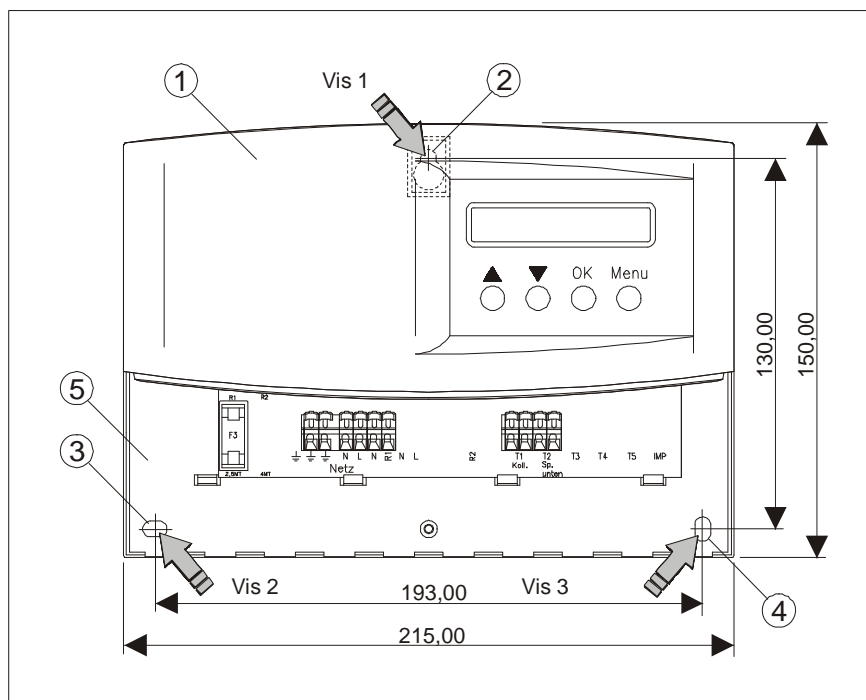

figure 3 - Dessin d'installation
Ne pas enlever le couvercle supérieur du régulateur (figure 3, Pos. ①) qui sert à protéger l'électronique pour le montage.
Fixer d'abord la vis 1 au mur. Accrocher ensuite le régulateur sur la vis fixée par le trou (figure 3, Pos. ②). Le régulateur peut servir de gabarit pour le repérage des deux autres alésages de montage (attention : l'utiliser uniquement comme gabarit de dessin, jamais comme gabarit de perçage).
Une fois que vous avez fixé le couvercle de protection sur la boîte de connexion (figure 3, Pos. ⑤) et serré à l'aide des vis de fixation adéquates, vous pouvez alors brancher le régulateur à la prise de secteur. Dès que le circuit est fermé, l'écran LCD du régulateur affiche le premier élément de menu principal « Messwerte (Valeurs mesurées). »